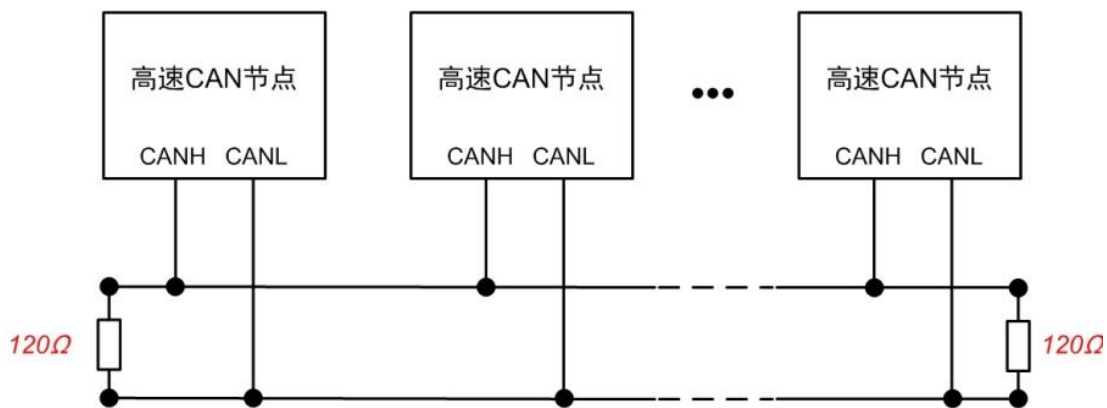

图 4.2 高速 CANFD 典型网络连接示意图
CAN(FD) 总线采用平衡传输。ISO11898-2 规定：在高速 CAN(FD)网络中，需要在网络终端节点处接入 120Ω 终端电阻，用于消除总线上的信号反射，避免信号失真。高速 CAN(FD) 网络拓扑图 4.2 所示。